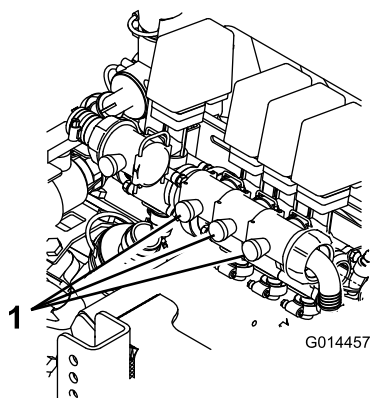

Figure 4
11. Réglez la vanne de dérivation de rampe (Figure 4) située sur l'ensemble vanne d'équilibrage correspondant à la rampe que vous avez mise hors service jusqu'à ce que la valeur indiquée au manomètre soit la même qu'à l'étape 8.